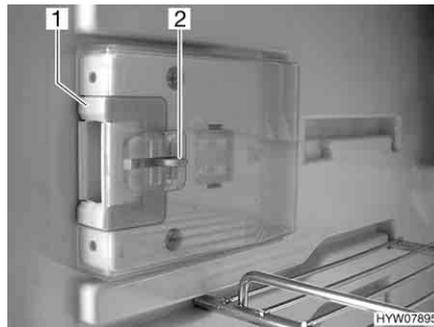
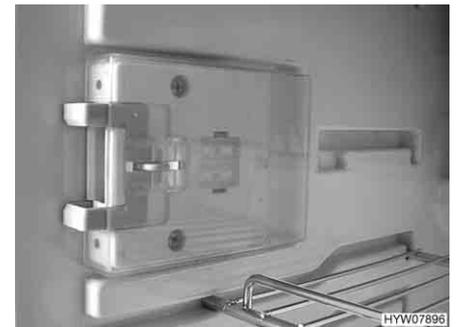

Bild 144 Verschlusseinrichtung in Normalstellung
Bild 145 Verschlusseinrichtung in Lüftungsstellung
- Die Entriegelung (Bild 144,2) eindrücken.
- Die Verschlusseinrichtung (Bild 144,1) nach vorn schieben (Bild 145).